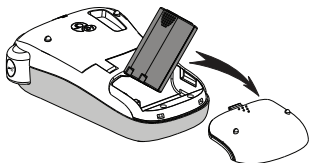

Figure 2
- 1 Retirez le couvercle du compartiment à piles de l'étiqueteuse en le faisant glisser. Voir Figure 2.